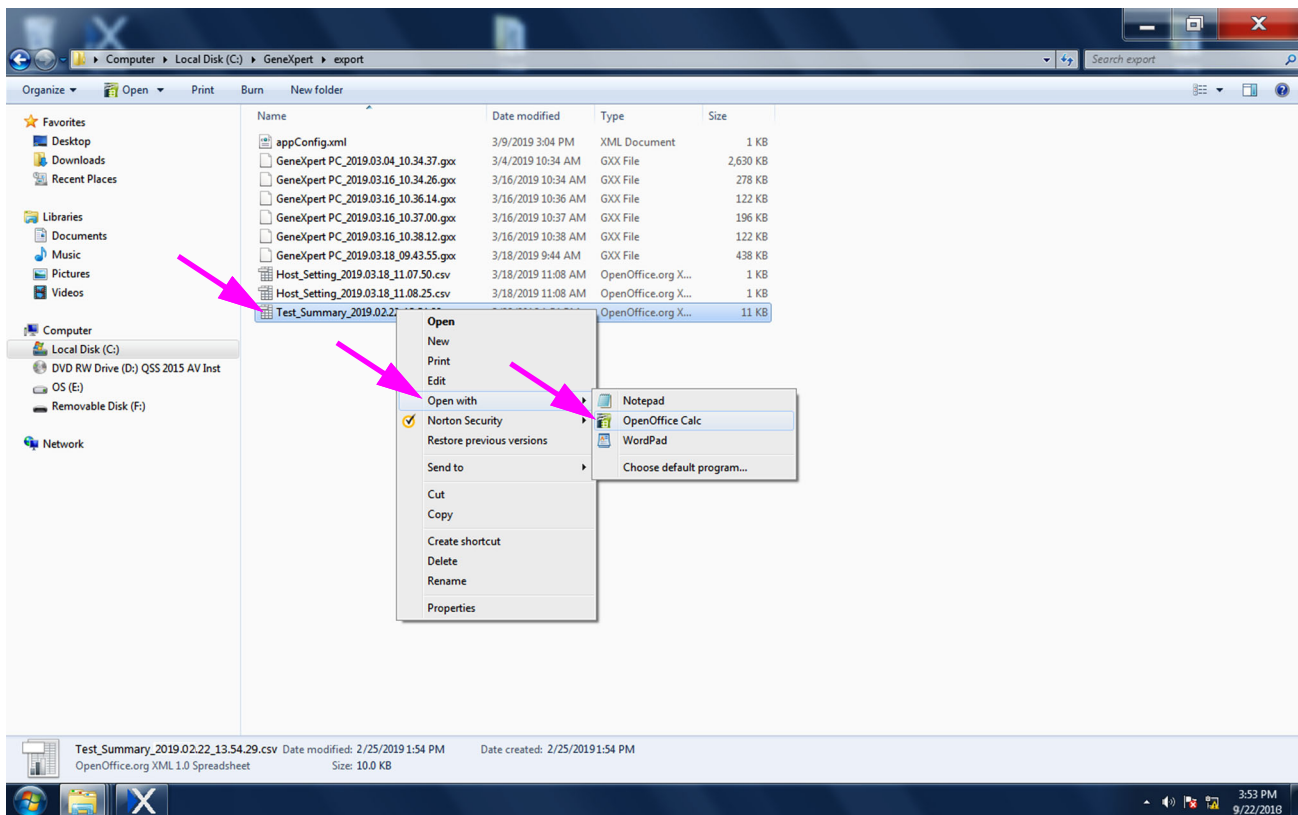

Figura C-1. Abrir um ficheiro .csv para configurar o Apache OpenOffice
3. Na pasta **export (exportar)**, clique com o botão direito do rato no ficheiro .csv que pretende abrir. Quando surgir o menu pendente, clique em **Open with (Abrir com)** e seleccione **OpenOffice Calc**. Ver Figura C-1.